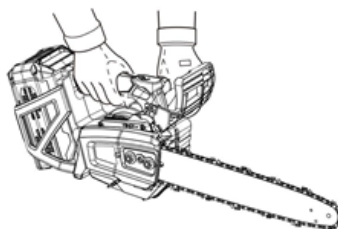

Fig 3
- Segure firmemente a máquina com ambas as mãos (Fig. 3), com a mão direita na pega traseira e a mão esquerda na pega frontal, quando a unidade estiver em funcionamento. Utilize um aperto firme com os polegares e os dedos à volta das pegas da motosserra. Uma pega firme ajudará a reduzir o contragolpe e a manter o controlo da máquina. Ambas as mãos devem ser utilizadas para controlar a máquina em todos os momentos.